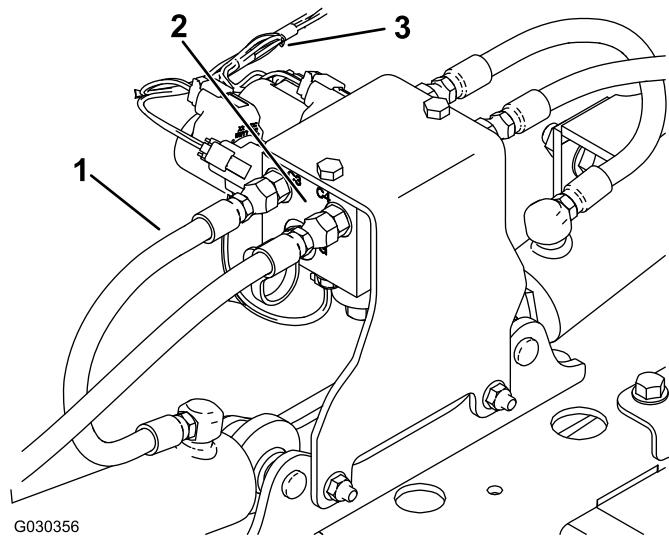

Figura 1
1. Desconecte el arnés de cables del colector hidráulico (Figura 1).
2. Etiquete todas las mangueras conectadas al colector hidráulico y desconéctelas del bloque (Figura 1).